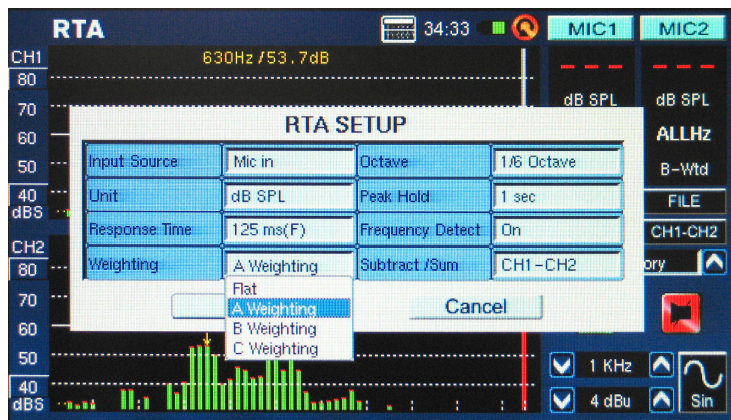

图 20
3. 同样在设置菜单下, 请选择适当的加权(图20)。声学分析中最常使用的加权为A加权, 因为A加权可非常接近地模仿人的听觉条件。